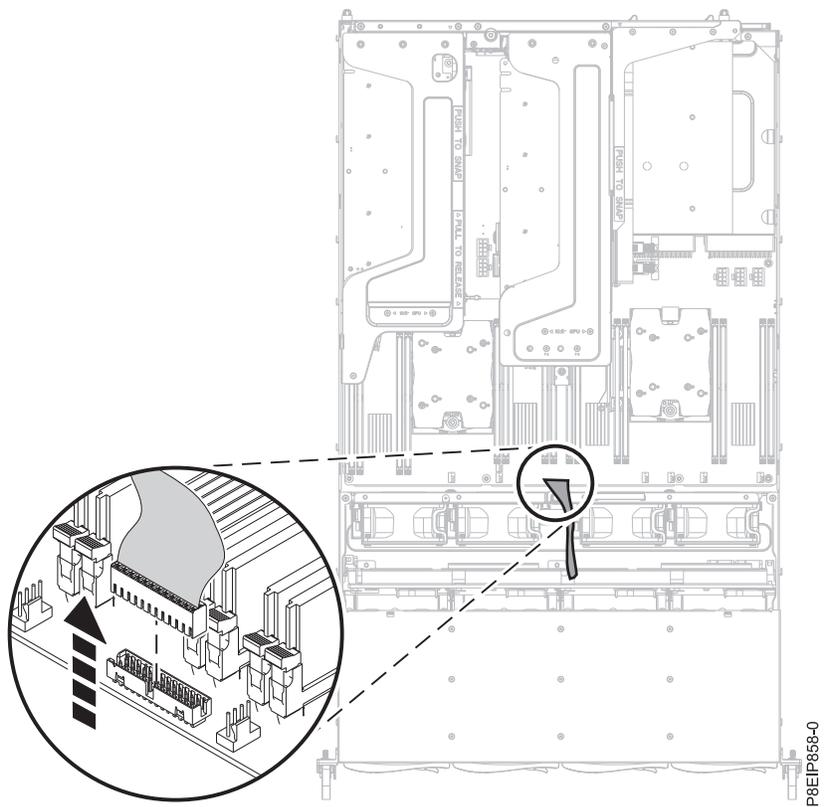

図 61. オペレーター・パネル・ケーブルの取り外し
6. システム・バックプレーンからオペレーター・パネル・ケーブルを取り外します (55 ページの図 61 を参照)。